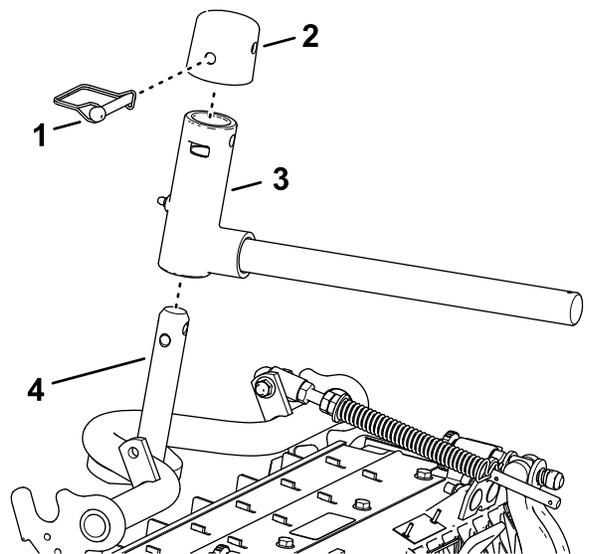

Figura 26
- Montate la forcella rotante sull'albero del telaio portante (Figura 26).